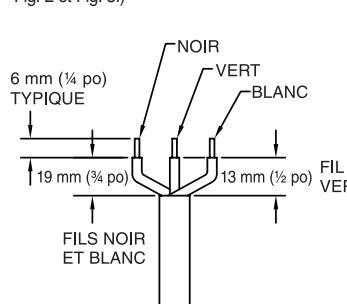

FIG. 1
1. Retirer le couvercle de réduction de tension. Marquer les fils et préparer soigneusement comme indiqué à la Fig. 1. Enfiler le ou les passe-fils sur la gaine du câble avant de fixer les fils aux bornes. Orienter comme illustré à la Fig. 2.